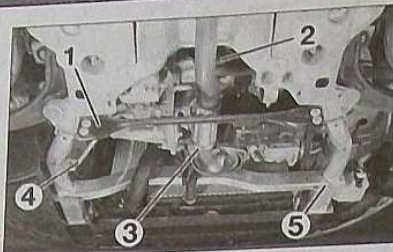
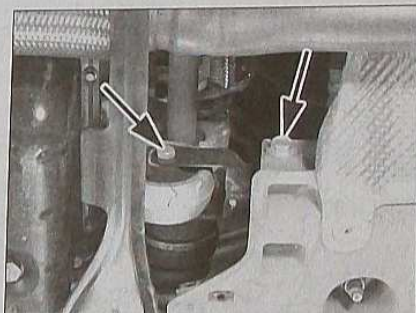

FIG. 4
FIG. 5
- la barre anti-rapprochement (1) du berceau (Fig.4).
- le réservoir à dépression (2) derrière le moteur.
- Désaccoupler la ligne d'échappement (3), afin de ne pas endommager le flexible du tuyau intermédiaire et l'écartier.
- Débrider les canalisations d'assistance de direction (4) du cadre de renfort du berceau (Fig.4).
- le cadre de renfort du berceau (5).
- le tirant antibasculement (Fig.5).
- remplacer le collier du flexible d'échappement (3) (Fig.4).